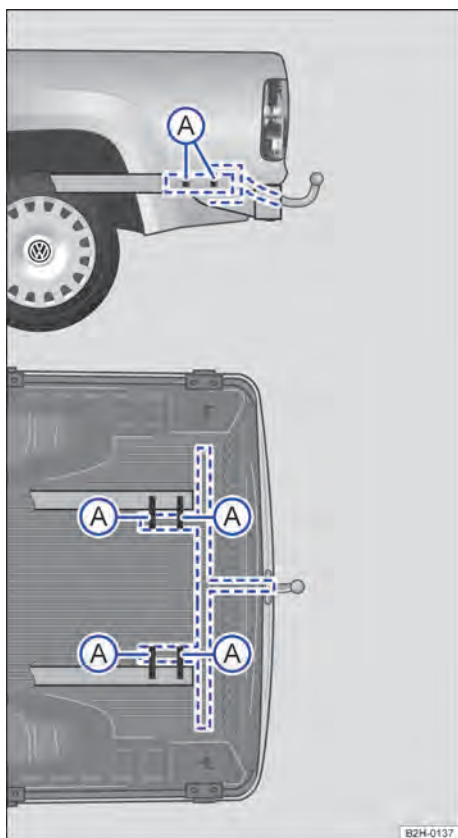
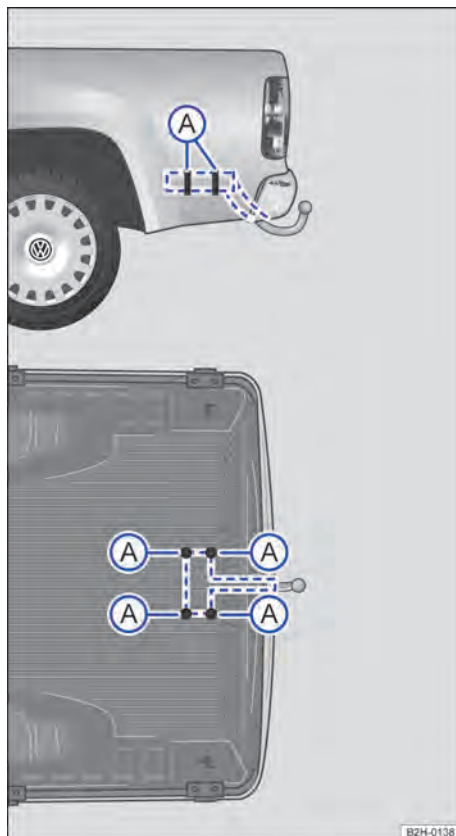

Fig. 95 Veículos sem para-choque: pontos de fixação para instalação posterior de um dispositivo de reboque.
Fig. 96 Veículos com para-choque: pontos de fixação para a instalação posterior de um dispositivo de reboque.
A instalação posterior de um dispositivo de reboque deve ser feita conforme as indicações do fabricante do dispositivo de reboque. O dispositivo de reboque deve ser fixado nos pontos indicados → Fig. 95 (A) (veículos sem para-choque), e → Fig. 96 (A) (veículos com para-choque).